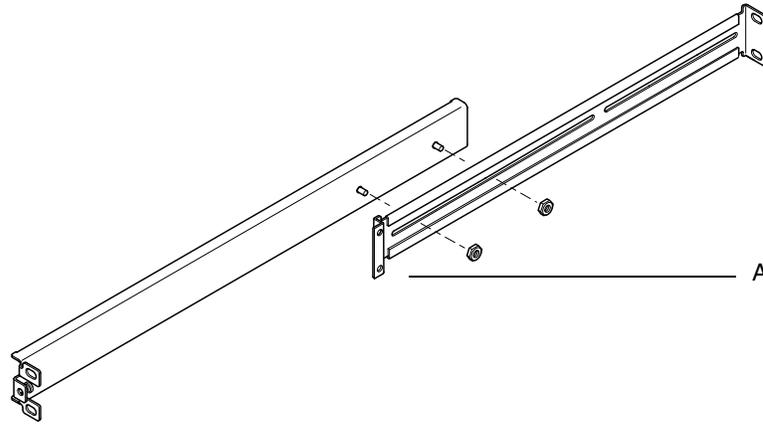

図 3-1 標準の 19 インチ拡張ラックのスライド式取り付け具
1. スライドの端の二段に曲がった部分 (A) が適切な位置にくるように、スライドの 2 つの部品の位置を合わせます。
標準の 19 インチラックでは、二段に曲がった端 (A) がラックの正面側になります (図 3-1 を参照)。